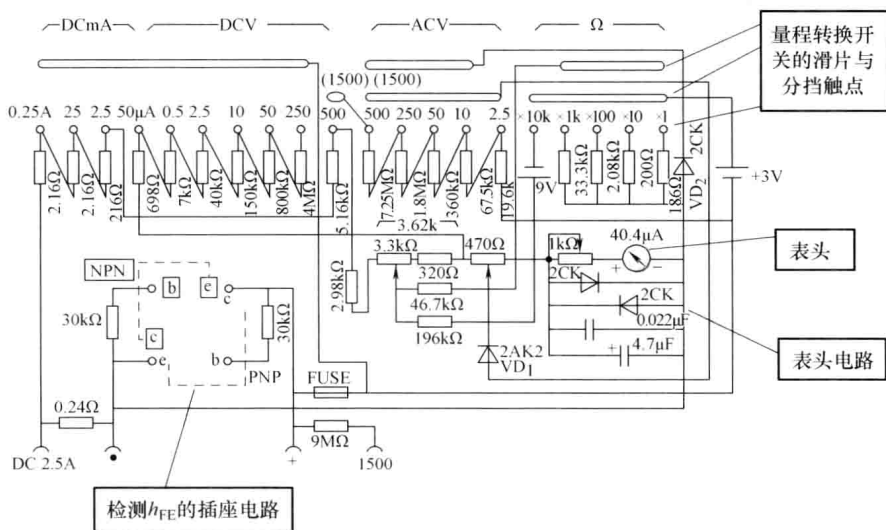

图 1-2 368 型万用表电路原理图
所谓万用表，是共用一个表头的多功能测量表（通常用 MF 表示复合仪表），它由多量程直流电压表、多量程交流电压表、多量程直流电流表和多挡位电阻表（又叫欧姆表）组合而成，因此有些技术人员把万用表叫做三用表（或 A-V- Ω 表）。图 1-2 所示为 368 型万用表电路原理。
5) 在黑表笔插孔的旁边有一个用于检测晶体管直流放大倍数 (h_{FE}) 的 4 孔插座，是两个表笔插口之间的附加电路 (见图 1-2)，也可用于对单只元器件的其他项目检测，省去表笔操作。